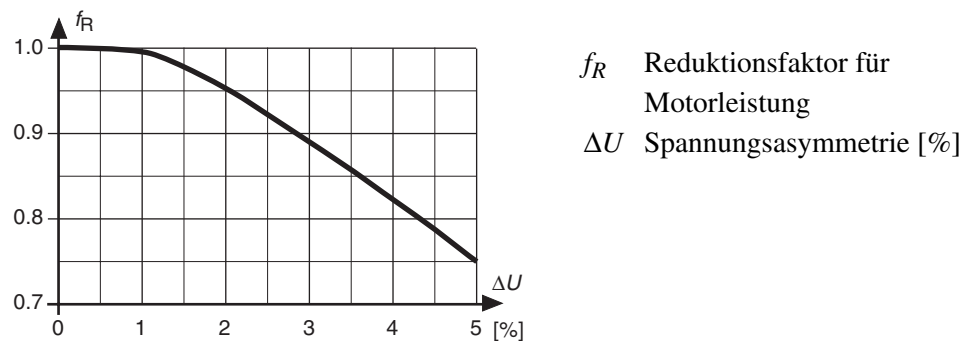

Bild 2.9.1 Leistungsreduktion infolge Spannungsasymmetrie.
**Bild 2.9.1** gibt die Reduktionsfaktoren für die Motorleistung gemäss IEC und NEMA.